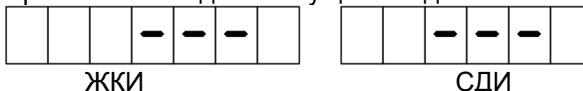

Рисунок 8
7.4.2 Если была нажата кнопка "Пуск" до момента задания дозы, то устройство выдает на СУ непрерывный сигнал "Вых.ПК" (коммутирует цепи "Вых. ПК+" и "Вых. ПК-"), что аналогично состоянию датчика положения крана "кран снят". На табло при этом вместо последней отпущенной дозы отображаются символы (рисунок 8), сообщающие, что устройство ожидает задание новой дозы. Для запуска налива из этого состояния необходимо задать дозу и подать команду "Прямой пуск" от СУ. Для возврата в исходное состояние нажать кнопку "Стоп", при этом устройство снимает сигнал "Вых.ПК", а на табло отобразится последняя отпущенная доза.